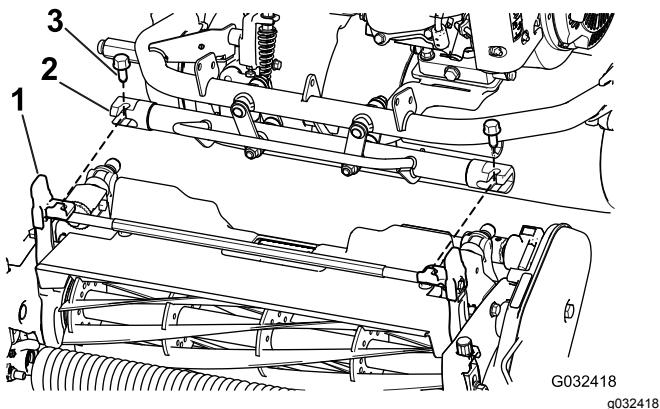

Figure 7
4. Manœuvrez le cadre de la machine en avant jusqu'à ce qu'il s'engage avec les bras pivotants de l'unité de coupe (Figure 7).
5. Fixez le cadre de la machine aux bras pivotants de l'unité de coupe avec 2 boulons (3/8" x 3/4") (Figure 7)